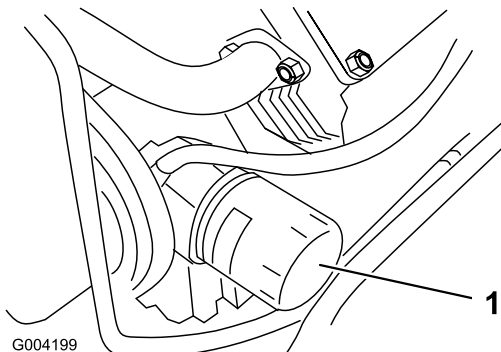

Bild 37
- Entfernen Sie den Altfilter (Bild 37) und wischen Sie die Dichtfläche am Anbaustutzen ab.